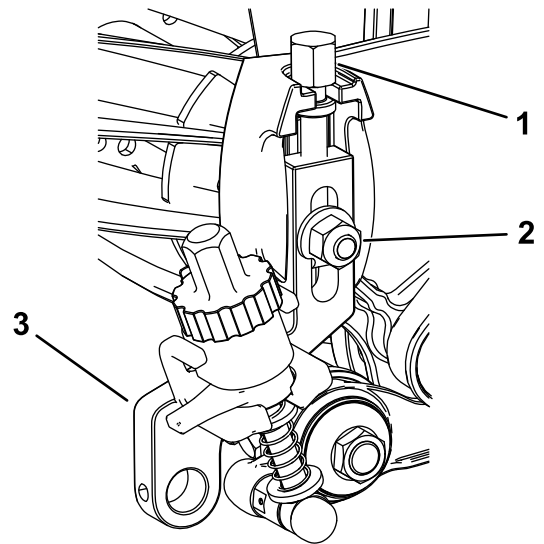

图18
- 将之前卸下的剪草高度调节螺丝旋入剪草高度组件的顶部 图18。
- 用先前卸下的防松螺栓、螺母和专用垫圈将剪草高度组件安装到滚刀组侧板 图18。